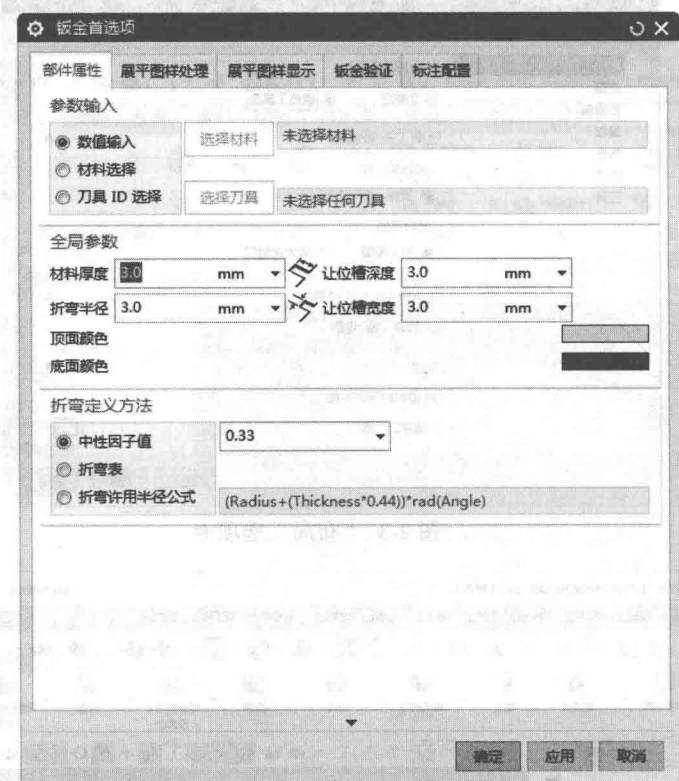

图 2-5 “钣金首选项”对话框
钣金应用提供了材料厚度、折弯半径和折弯让位槽等默认属性设置。也可以根据需要更改这些设置。在钣金设计环境中，选择“菜单(M)”→“首选项(P)”→“钣金(H)…”命令，打开如图 2-5 所示的“钣金首选项”对话框，在图中可以改变钣金的默认设置项，默认设置项包括部件属性、展开图样处理、展开图样显示、钣金验证和标注配置 5 项。
(1) 材料厚度：钣金零件默认厚度，可以在图 2-5 所示的对话框中设置材料厚度。
(2) 折弯半径：折弯默认半径（基于折弯时发生断裂的最小极限来定义），在图 2-5 所示的对话框中可以根据所选材料的类型来更改折弯半径设置。
(3) 让位槽深度和宽度：从折弯边开始计算折弯止裂口延伸的距离称为折弯深度（D），跨度称为宽度（W）。可以在图 2-5 所示的对话框中设置止裂口宽度和深度，其含义如图 2-8 所示。